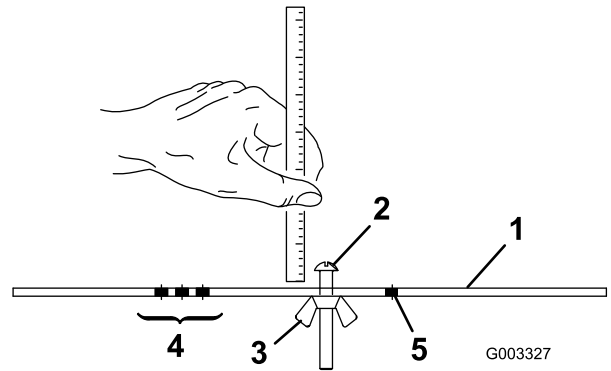

Figura 16
- Afloje la tuerca de la barra de ajuste (Figura 16) y ajuste el tornillo para la altura de corte deseada.